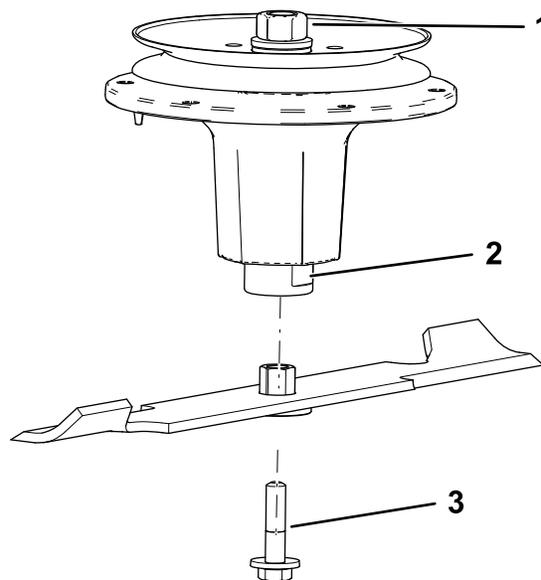

Figura 80
- Instale el conjunto de casquillo/cuchilla en el eje (Figura 80).